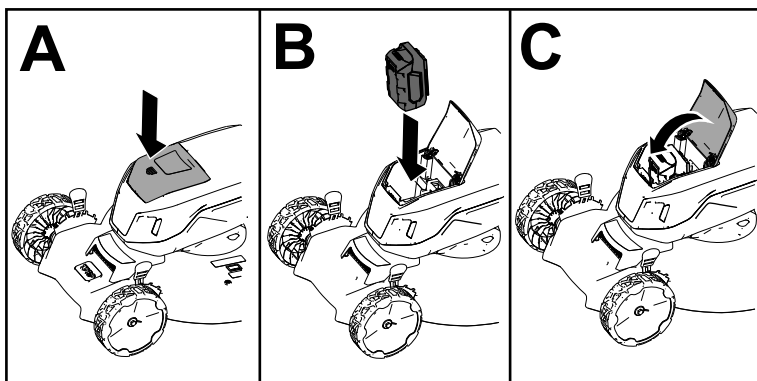

Figura 11
2. Presione hacia abajo sobre la tapa del compartimento de la batería para abrirla (Figura 11, A).
3. Alinee el hueco de la batería con la lengüeta de la máquina, e introduzca la batería en el compartimento hasta que se enganche en su lugar (Figura 11, B).
4. Presione hacia abajo sobre la tapa del compartimento de la batería hasta que encaje en su lugar con un clic (Figura 11, C).